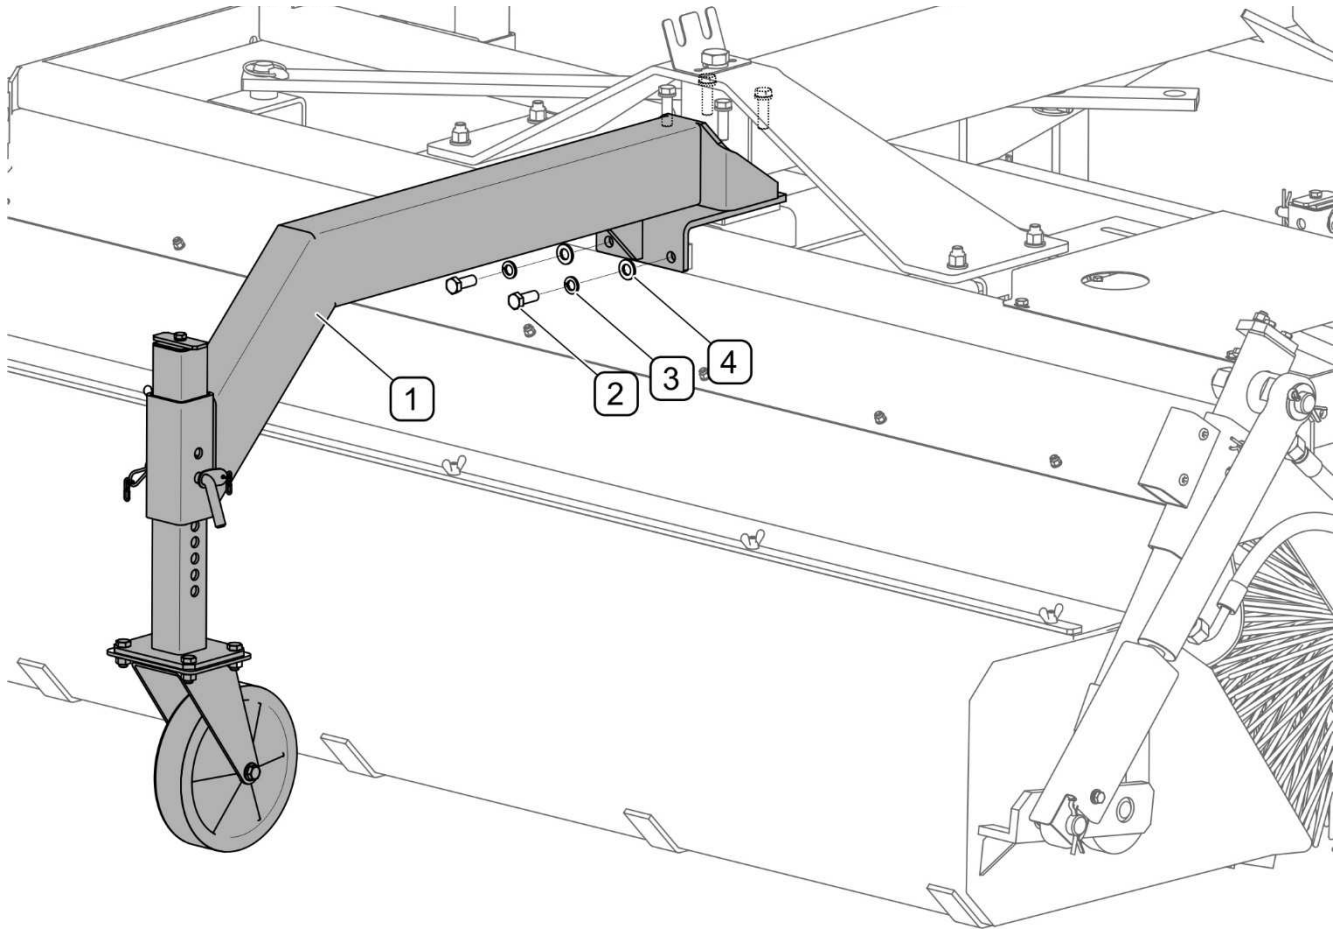

FIGURE 4.10 Roue d'appui supplémentaire (option)
(1) - flèche; (2) - vis; (3) - rondelle flexible; (4) - rondelle
Afin d'améliorer la capacité de suivi du terrain lors du travail avec la balayeuse suspendue à l'avant du porteur, il faut monter la roue d'appui supplémentaire (n° de réf. 80RPN-20.00.00.00). La flèche (1) avec la roue (FIGURE 4.10) est vissée au châssis au moyen de vis fixant le pivot principal (du haut) et au moyen de vis (2) avec rondelles (3) et (4) (de l'avant).